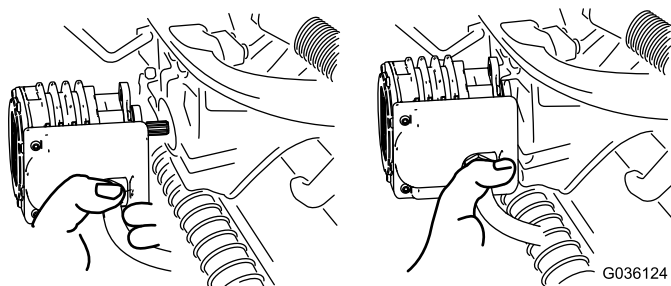

Figura 49
- Mova o motor para o local de armazenamento na parte da frente do braço de suspensão (Figura 49).